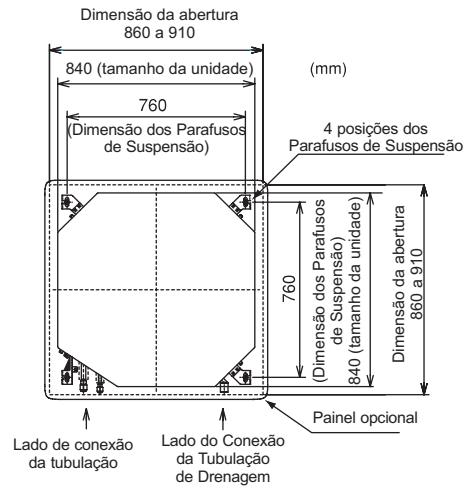

Fig 3.3 Abertura de Teto Falso e Parafusos de Suspensão
- (2) Corte a área da unidade interna no teto falso e instale os parafusos de suspensão, como mostrado na Fig.3.3.